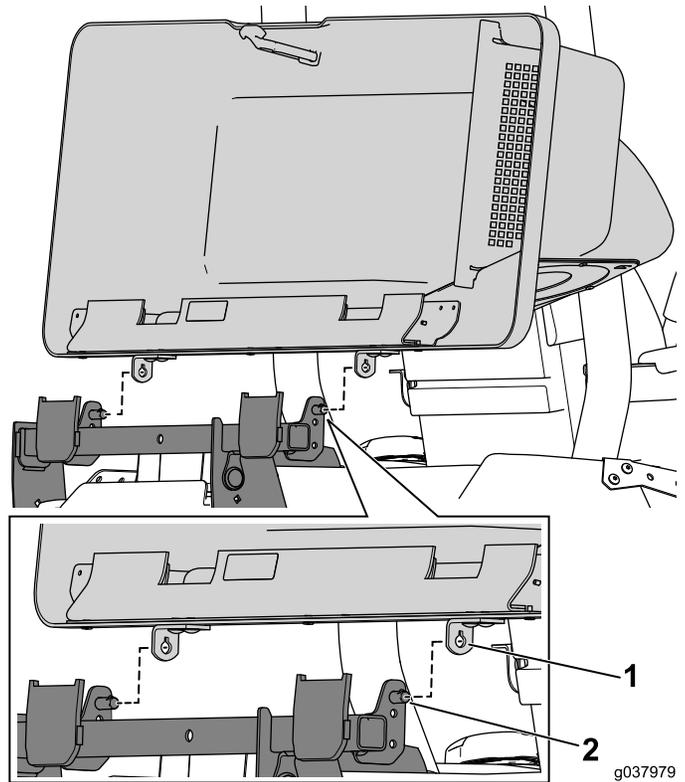

Figure 20
2. Alignez la fente en trou de serrure du support de pivot et l'ergot sur l'axe de pivot, et insérez-le en position (Figure 20).